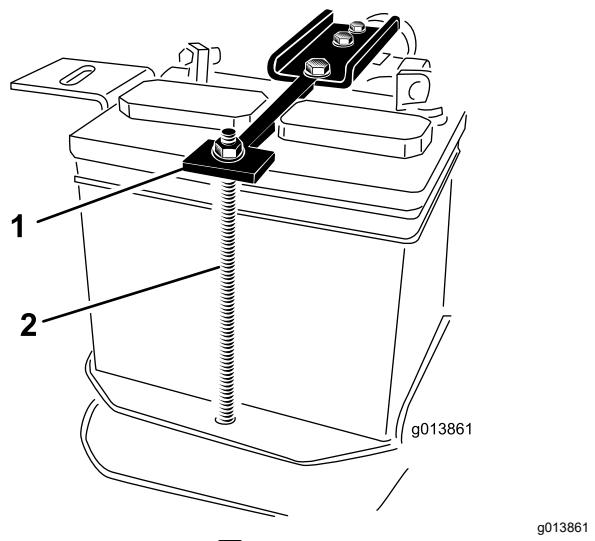

図 4
4. バッテリー押さえ用ストラップを固定しているナット2個を外し、ナット、ワッシャ、ボルトチューブを脇によける図4。